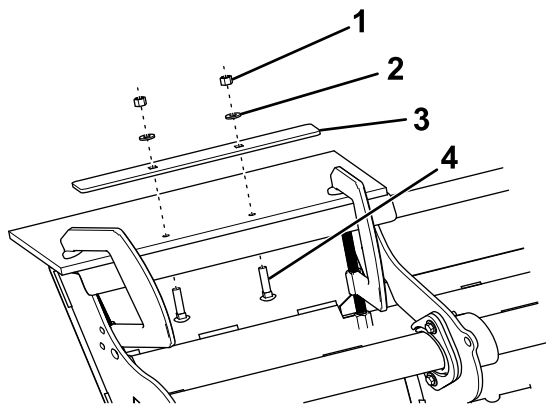

Bild 13
6. Befestigen Sie einen rechteckigen Streifen mit zwei Schlossschrauben ($\frac{5}{16}$ "), zwei Unterlegscheiben ($\frac{5}{16}$ ") und zwei Nylon-Sicherungsmuttern ($\frac{5}{16}$ ") in den Bohrungen eines jeden kurzen Lamellenabschnitts, wie in Bild 13 dargestellt.